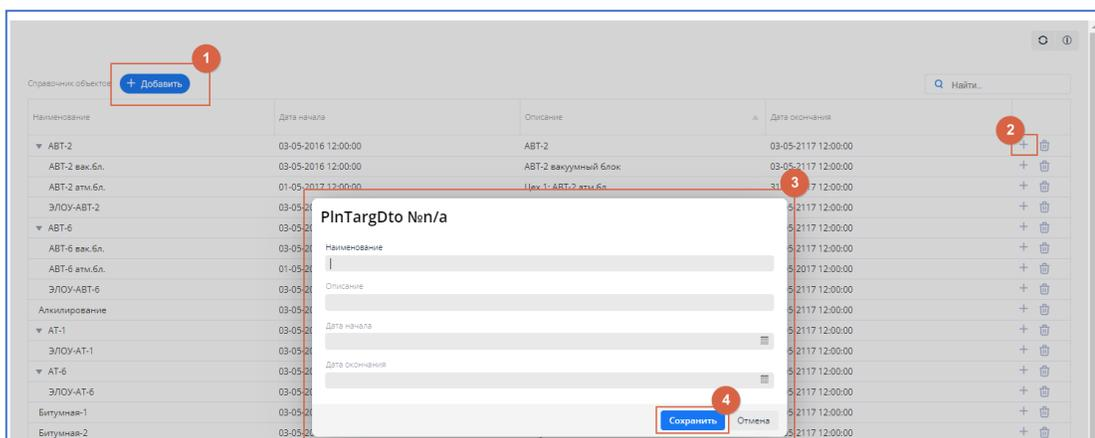

рис. 9.4. Добавление новых объектов
- нажать **+ Добавить** (см. рис. 9.4. [1]);
- заполнить форму (см. рис. 9.4. [3]);
- нажать **Сохранить** (см. рис. 9.4. [4]).
- нажать **+** (см. рис. 9.4. [2]);